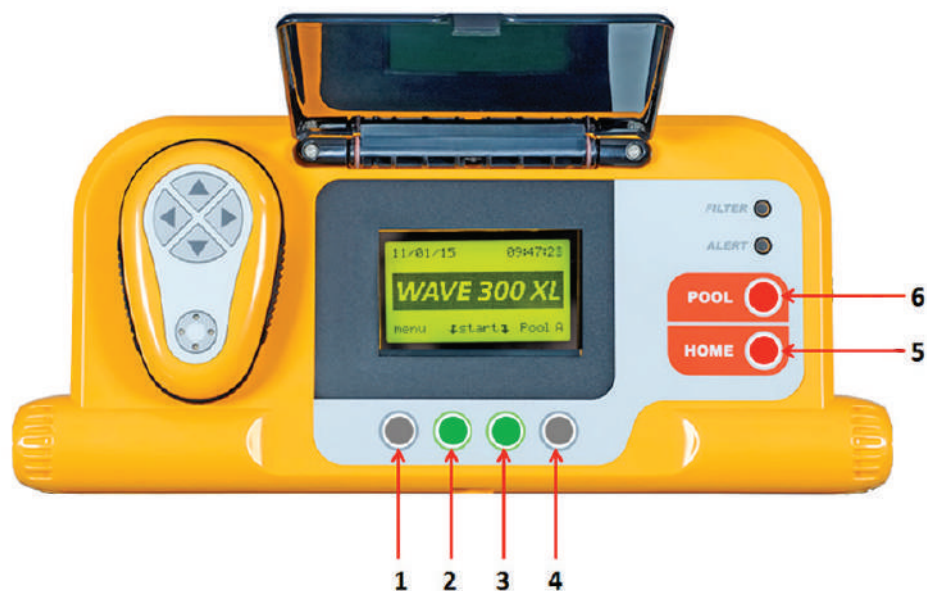

Figura 4: Consola MMI
- En este manual del usuario, el término "**Press Start (Presione Start)**" significa presionar simultáneamente los dos botones verdes de la consola MMI (indicados con los números **2** y **3** en la Figura 4).
- La MMI está equipada con un protector de pantalla que aparece después de 5 minutos de inactividad. Presionar los botones **POOL** y **HOME** (ver botones marcados **5** y **6** en la Figura 4) para salir del modo protector de pantalla.
- Algunas opciones en los menús (configuración de perfiles de la piscina) de la MMI están bloqueados con un código para evitar errores en los cambios de configuración. La secuencia de código para desbloquear estas opciones es: **3, 2 y 1** (Figura 4).
- **Alert (Alerta):** Este LED se ilumina para indicar un error que impide que el robot funcione. En estos casos, inspeccionar el robot para localizar el problema y si este puede solucionarse, iniciar de nuevo el robot. Si el error se repite, los detalles del error específico se exhibirán en la pantalla MMI (Figura 4). Si esto ocurre, póngase inmediatamente en contacto con su distribuidor de Maytronics.
2. Esperar a que aparezcan las rejillas del WAVE 300 XL. Pulsar **Start** (presione simultáneamente los dos botones verdes, indicados con los números **2** y **3** en la Figura 4). La sesión de limpieza comenzará.
3. Para detener en cualquier momento la sesión de limpieza, presionar el botón derecho de color gris, indicado con el número **4** en la Figura 4.